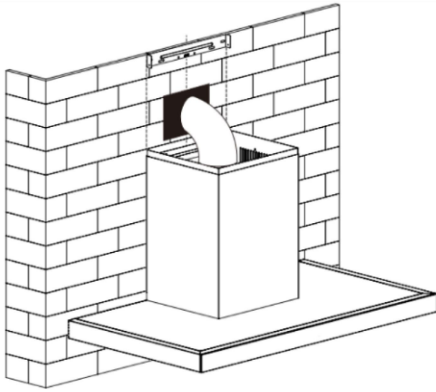

Abb. 9
7. Führen Sie das Erweiterungsrohr ins Freie, stecken Sie gleichzeitig das Netzkabel in die Steckdose, passen Sie den Innenschornstein an die Position der Innenschornsteinhalterung an und befestigen Sie ihn mit 2 Schrauben ST4*8mm. Siehe Abb. 9 und 10.